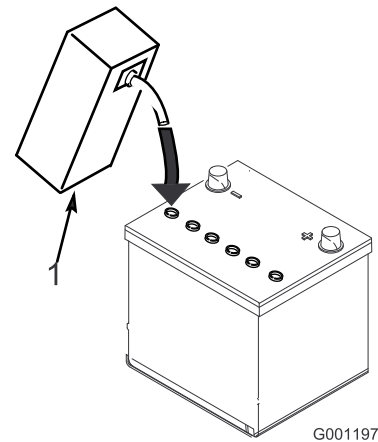

Figure 4
3. Versez de l'électrolyte avec précaution dans chaque élément jusqu'à ce que les plaques soient recouvertes par environ 6 mm de liquide (Figure 4).
4. Attendez environ 20 à 30 minutes pour que les plaques aient le temps de s'imprégner d'électrolyte. Faites l'appoint au besoin pour que le niveau de liquide monte à 6 mm en dessous des creux de remplissage (Figure 4).